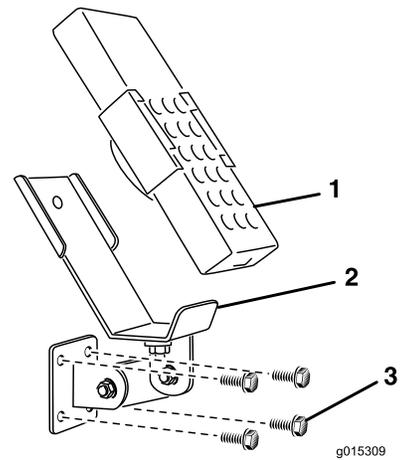
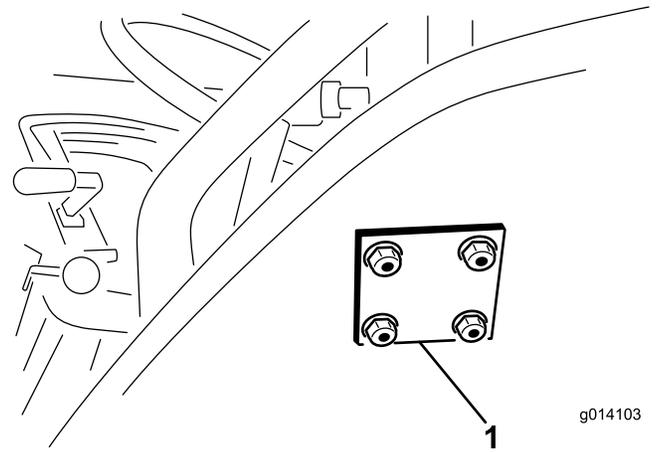

Figure 12
Figure 13
- En vous servant de la plaque d'appui comme guide, repérez et percez (4) trous de 0,87 cm (11/32 po) de diamètre dans la surface de montage du véhicule tracteur.
- Fixez le support et la plaque d'appui avec (4) boulons à embase (5/16 x 1-1/2 po) et contre-écrous à embase (Figure 12 et Figure 13).